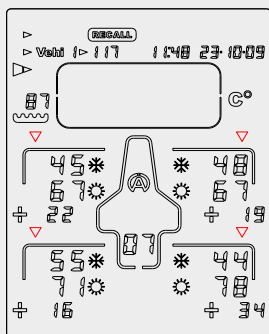

Figura 11
5) Premendo il tasto  o , Tyrecontrol mostra la seconda parte di dati, cioè le temperature esterne dei pneumatici, prima  e dopo  l'uscita + gli scarti (figura 11).